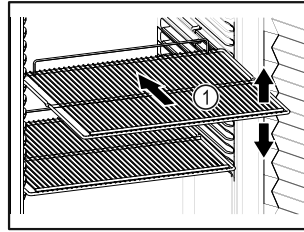

Fig. 57
- Jei pastatymo grotelės Fig. 57 (1) galima perkelti, pritaikykite atsizvelgdami į aukštį.